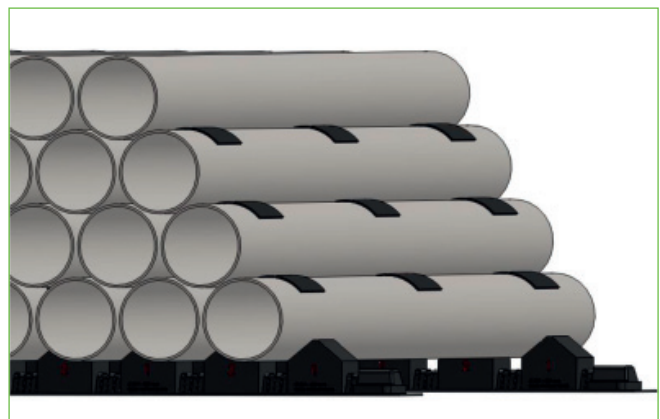

Abb. 6 Pipe Stop Konfiguration Typ 1-2-1
Abhängig von Rohrdurchmesser, Rohrgewicht und Anzahl der Schienen können Sie sehen, wie viele Rohrlagen Sie stapeln können. Gemäß der Pipe Stop Konfiguration für Block A können Sie maximal 20 Lagen stapeln. Bei Verwendung der Blöcke für 219 mm Rohre sollte der Abstand zwischen den Blöcken 11 mm betragen, entsprechend der Konfiguration Typ 1-2-1 (Abb. 6).
- Stellen Sie sicher, dass die Stabilität des Rohrstapels während der Entnahme von Rohren kontrolliert wird. Die freien Rohrpositionen an der Außenseite des Rohrstapels, wie sie in der Anordnung nach Abb. 6 dargestellt sind, sollten bei der Rohrentnahme so weit wie möglich beachtet werden!
- Beachten Sie immer die freien Rohrpositionen wie in Abb. 6 angegeben.